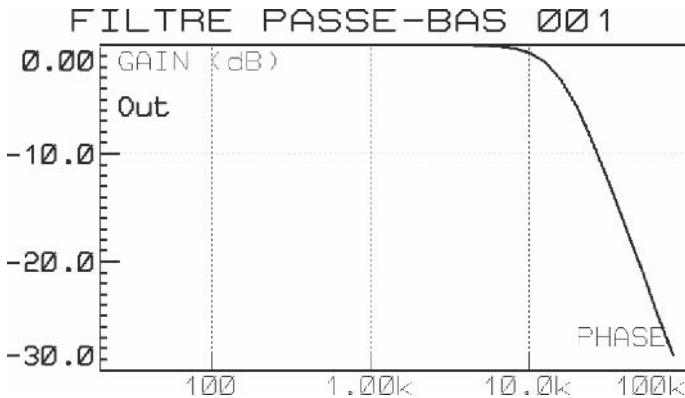

Figure 2.8
**Tentatoo** – Point de piège dans ce schéma, Sepatoo, et je n’ai jamais pris plaisir à en poser. Mais vous avez raison, ce schéma est « trop » simple. Bien que nous disposions d’une petite marge de sécurité entre 15 kHz et 19 kHz, le filtre doit tout de même avoir une pente assez prononcée, et ce filtre ne suffit pas pour obtenir de bonnes performances. Voyez vous-même l’allure de la courbe de réponse de ce filtre, en **figure 2.8**.